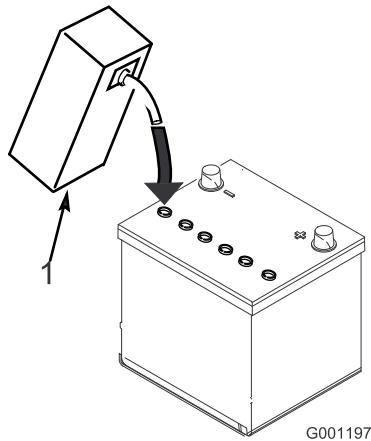

Figura 22
2. Llene cuidadosamente cada celda con electrolito hasta que las placas estén cubiertas con 6 mm aproximadamente de fluido (Figura 22).
3. Espere unos 20–30 minutos para que el electrolito penetre en las placas. Rellene según sea necesario para que el electrolito llegue a una distancia de 6 mm aproximadamente del fondo del hueco de llenado (Figura 22).